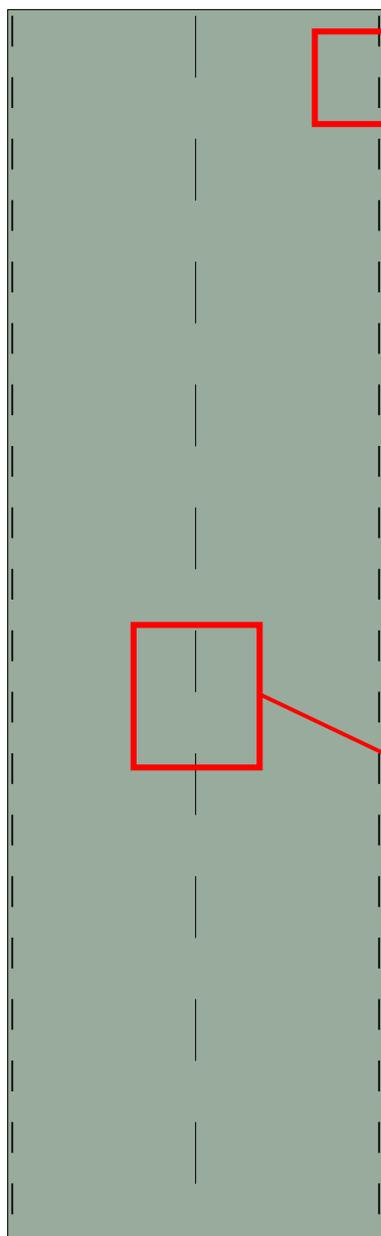

図 4-1 THHT ネクスト 910mm×3000mm 板 外観 (表側)
- ・ THHT ネクストの長手方向にねじピッチを示すマーカを外周部 75mm 間隔、中通り 150mm 間隔の黒色の破線で示していますので、規定の留付け間隔になるようにねじ打ちを行ってください (図 4-1 参照)。